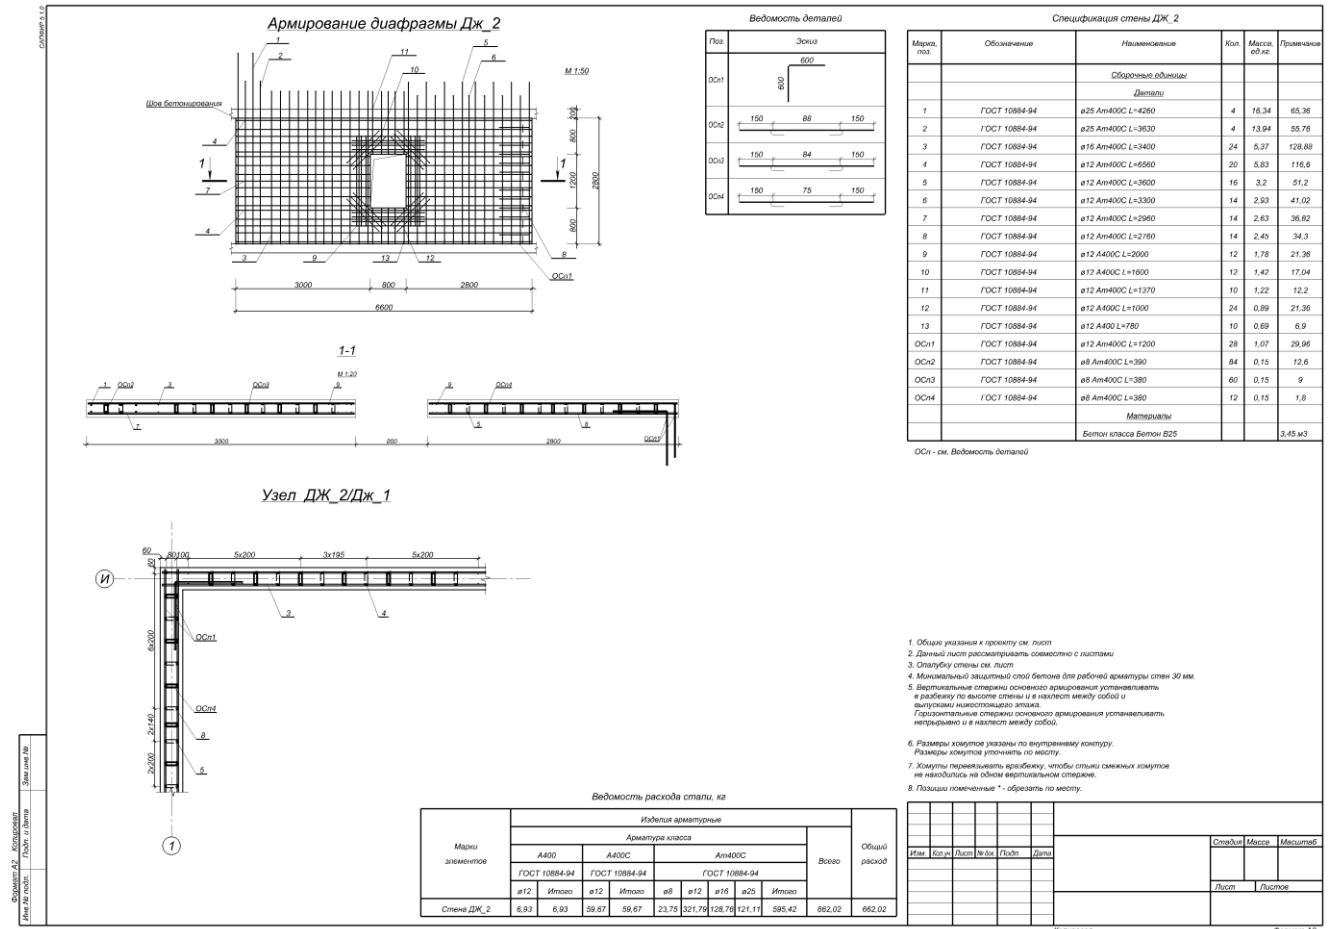

Рис. 24.33. Креслення армування монолітної стіни ДЖ\_2
- Таким же чином витягніть на креслення вид **6-й поверх: Вузол Дж\_1/Дж\_2** (рис. 24.33).